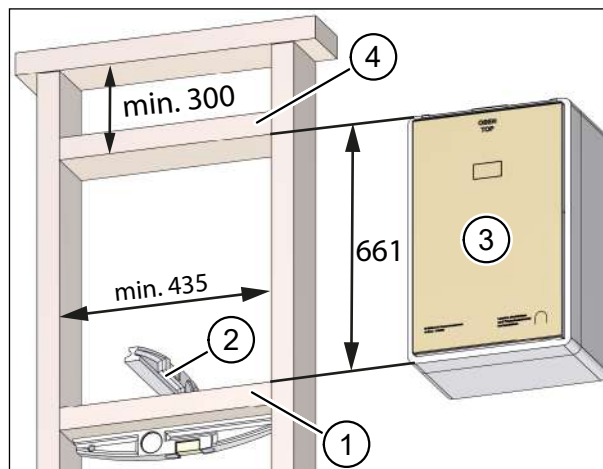

Fig. 45: Realizzazione della sede per set di montaggio in costruzione con montanti – Misure in millimetri
- Il travetto inferiore (pos. 1 nella Fig. 45) funge da appoggio.
- Usando una livella a bolla (pos. 2 nella Fig. 45), controllare che il travetto inferiore sia allineato esattamente in orizzontale. Solo in questo modo si garantisce che la condensa eventualmente prodotta venga fatta fuoriuscire all'esterno attraverso il tubo inclinato di 2° nel set di montaggio (pos. 3 nella Fig. 45).
- Il travetto superiore (pos. 4 nella Fig. 45) serve per fissare il set di montaggio.
- Il fissaggio del set di montaggio è ottimale con una distanza verticale di 661 mm fra travetto inferiore e superiore (vedere Fig. 45). È possibile inserire per prova il set di montaggio durante il fissaggio dei travetti per accertarsi che il set di montaggio sia posizionato esattamente.